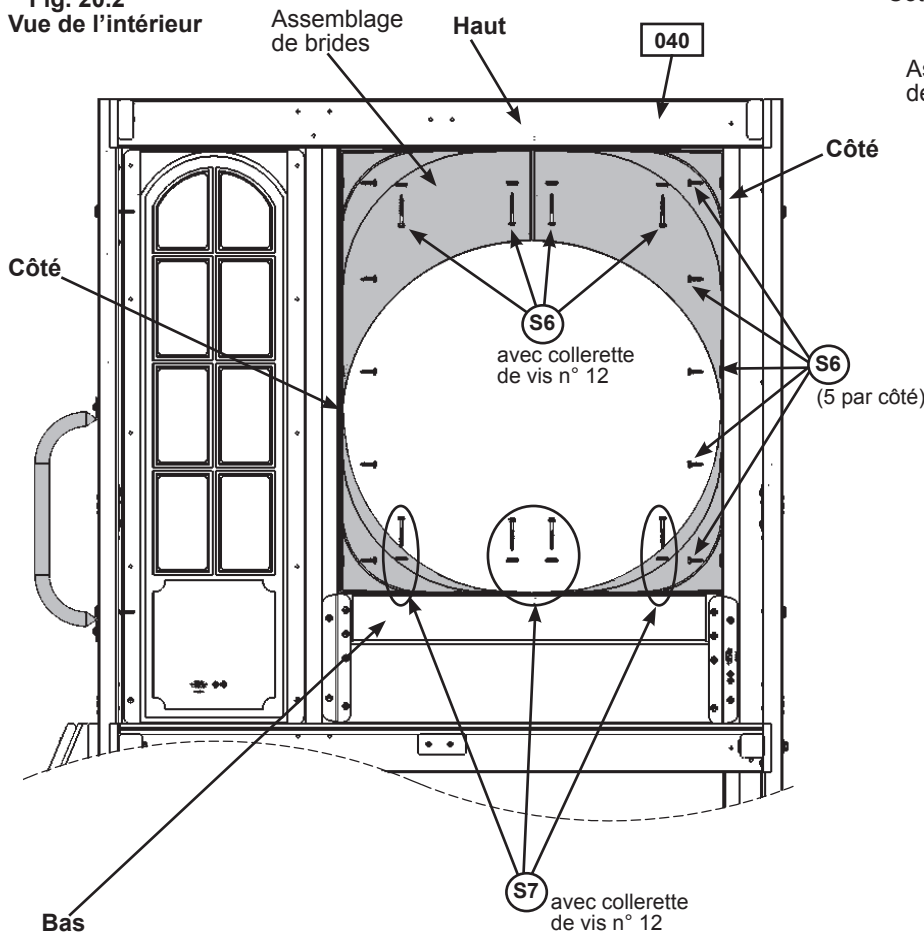

Fig. 20.1
A : Avec l'aide d'une autre personne, placez l'assemblage de brides dans l'ouverture du haut du (040) panneau de glissoire, tel que montré sur la fig. 20.1, puis percez des avant-trous d'1/8 po dans les 4 emplacements de montage (emplacements approximatifs encadrés sur la fig.), en vous assurant que les avant-trous ont au moins 1 po de profondeur. (fig. 20.2)